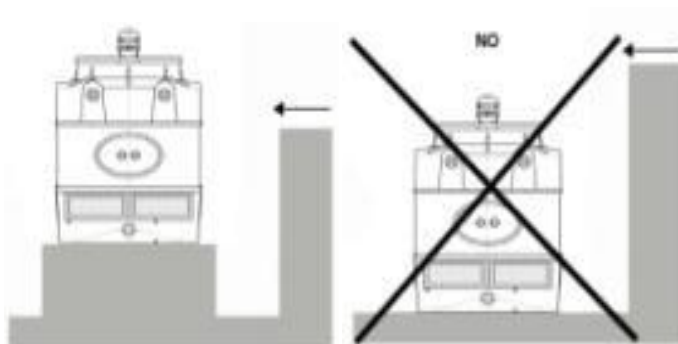

Fig. 21
- e) S'il y a des obstacles à proximité plus hauts que la tour, hisser celle-ci pour que l'air atteigne au moins la hauteur de l'obstacle, surtout dans le cas où la direction prédominante de l'air soit celle indiquée sur la figure 21.